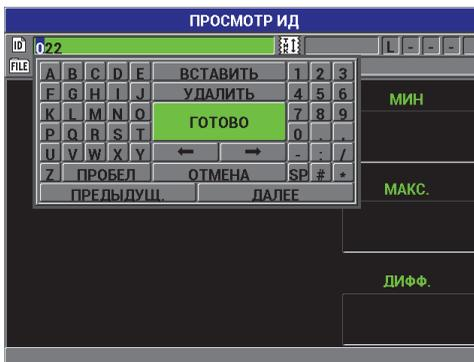

Рис. 7-16 Редактирование ИД
4. Повторно нажмите клавишу [ID#] и отредактируйте значение ИД (см. Рис. 7-16 на стр. 143).